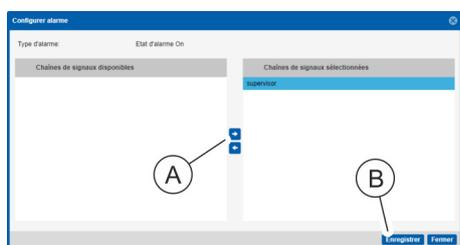

Fig. 133 : Fenêtre « Configurer alarme »
13. Sélectionner une chaîne de signaux dans la fenêtre « Configurer alarme » et la déplacer au moyen du bouton « → » (Fig. 133 /ⓐ) dans le champ « Chaînes de signaux sélectionnées ». Appuyer sur le bouton « Enregistrer » (Fig. 133 /ⓑ) pour confirmer la sélection.